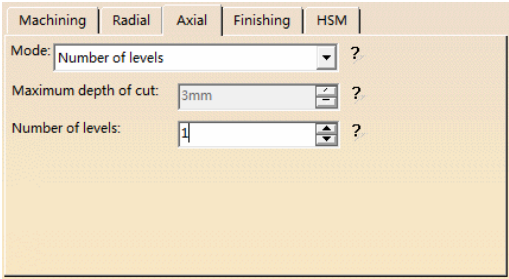

图 3-139 “Axial”选项卡（6）
- 在“Axial”选项卡（6）的“Mode”下拉列表中选择“Number of levels”，在“Number of levels”文本框中输入“1”，如图 3-139 所示。